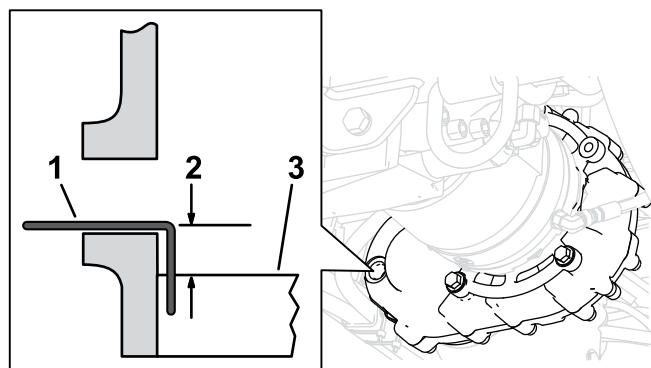

Figure 114
3. Vérifiez que le niveau d'huile dans le boîtier d'engrenages est à 23 mm sous le bas du regard ; insérez un trombone plié dans le regard, comme montré à la Figure 114.